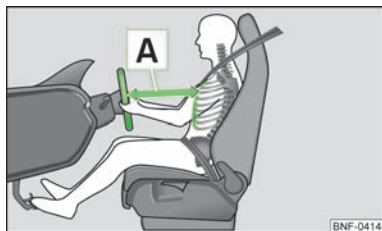

Fig. 76
- Regule o volante, de forma a que a distância » Fig. 76 **A** entre o volante e o esterno seja, no mínimo, de 25 cm.